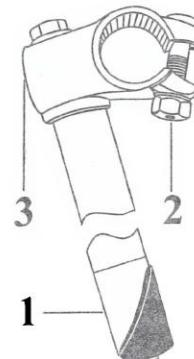

Рис.7
4. Для установки руля отверните на два-три оборота зажимной болт 1 (Рис. 7). Надавите на болт так, чтобы он опустился вниз до упора. Вставьте вынос руля в раму. Установите вынос руля 3 на требуемую высоту и затяните болт с усилием, достаточным для надёжного крепления стержня руля.
ВНИМАНИЕ! При установке руля не допускается его выдвижение за пределы ограничительной метки в виде кольцевой канавки или риски 1 (Рис. 7).
5. Для изменения угла наклона трубы руля отверните болт 2 выноса руля (Рис. 7), установите трубу руля в нужное положение и затяните болт, обеспечив надёжное крепление руля.